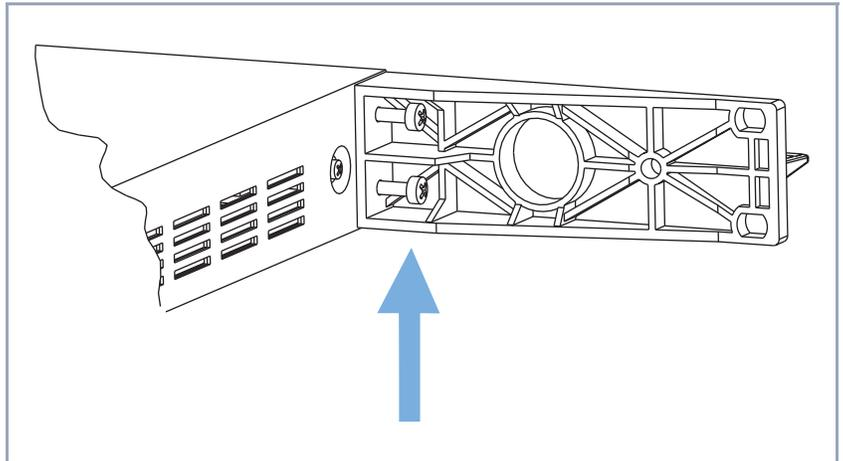

Bild 3-6: Winkel an Befestigungslöcher festschrauben
- Schrauben Sie die beiden mitgelieferten Befestigungswinkel (3, siehe Bild 3-5, Seite 36) mit den mitgelieferten Schrauben (1, siehe Bild 3-5, Seite 36) und Unterlegscheiben (2, siehe Bild 3-5, Seite 36) an die Befestigungslöcher (4, siehe Bild 3-5, Seite 36) von **X4100/200/300**, wie in Bild 3-6, Seite 37 dargestellt.